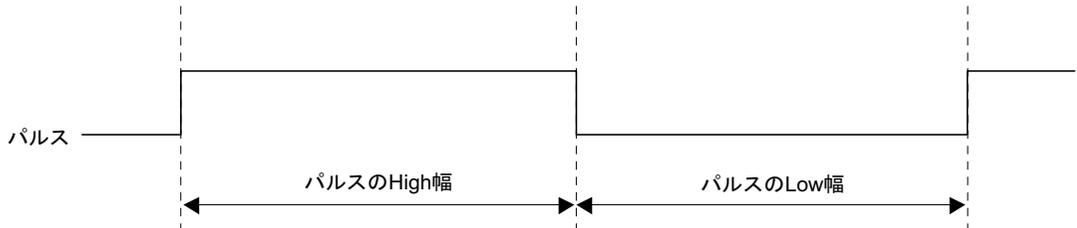

図 2.1 パルス幅測定タイミング
- (1) 図2.1に示すように、パルスのHigh幅およびLow幅の時間を測定し、結果をRAMに格納します。
- (2) 内蔵周辺クロックPφ=20.0MHz動作時、パルスのHigh幅およびLow幅は50.0nsから3.27msまで50.0ns単位で測定可能です。